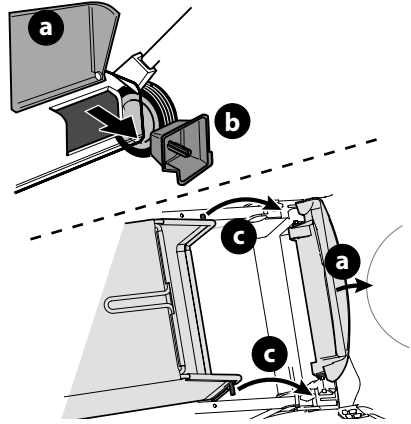

Figura 13
2. Para acoplar el colector de césped siga los pasos a continuación (Figura 13):